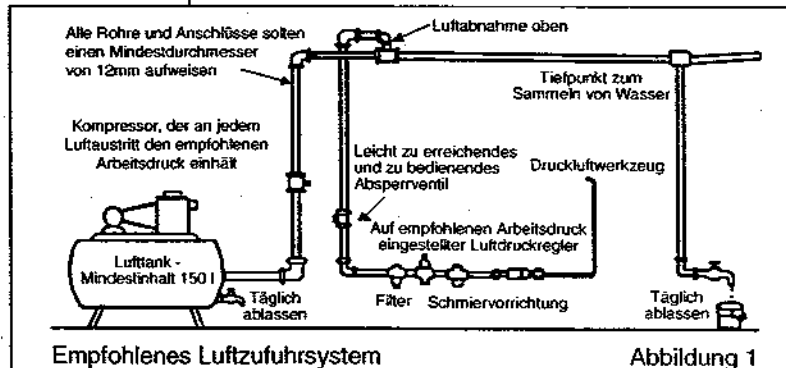

Abbildung 1
Employez une alimentation d'air propre et lubrifiée qui apporte une pression d'air mesurée à l'outil de 6,2 bar quand l'outil est en marche, avec la manette de commande complètement enfoncée et le régulateur d'air en position d'ouverture maximum. Employez un tuyau de la longueur et de la taille recommandées. Il est conseillé de connecter l'outil à l'alimentation d'air selon les indications de la figure 1. Ne connectez pas l'outil directement à un raccord rapide, employez un tuyau de fléchissement ou d'amorce d'environ 30 cm de long. Ne connectez pas l'outil aux conduites d'air sans incorporer un robinet d'arrêt d'accès et d'usage faciles. L'alimentation d'air doit être lubrifiée. Il est fortement conseillé d'employer un filtre à air, un régulateur et un lubrificateur (FRL) comme indiqué à la figure 1, car cela permet une alimentation d'air propre et lubrifiée à la bonne pression à l'outil. Vous pouvez obtenir les détails de cet équipement auprès de votre revendeur. Si vous décidez de ne pas employer cet équipement, il faut lubrifier l'outil en arrêtant l'alimentation d'air, puis en purgeant la pression la conduite en appuyant sur le levier de commande. Déconnectez la conduite d'air et versez une cuillerée (5 ml) d'huile pour moteur pneumatique (avec antirouille de préférence) dans l'adaptateur de tuyau (16). Reconnectez l'outil à l'alimentation d'air et mettez l'outil en marche pendant quelques secondes pour que la circulation d'air permette la distribution de l'huile. Si l'outil est employé fréquemment, ou si l'outil ralentit ou perd de sa puissance, lubrifiez-le tous les jours. Quand vous lubrifiez l'outil, veillez aussi à ce que le filtre à air dans l'adaptateur de tuyau (16) soit propre. Il est conseillé de vérifier l'étanchéité des joints de l'ensemble de la fixation filetée avec un appareil de mesure adéquat.
Eine saubere, geschmierte Luftzufuhr verwenden, die dem laufenden Werkzeug einen regulierten Luftdruck von 6,2 bar zuführt, wenn der Auslöser ganz herunter gedrückt wird und die Öffnung des Luftreglers für maximalen Luftdurchsatz ganz geöffnet ist. Die empfohlene Schlauchgröße- und -länge verwenden. Es wird empfohlen, das Werkzeug an eine wie in Abbildung 1 gezeigte Luftzufuhr anzuschließen. Das Werkzeug nicht direkt an eine Schnell-Trennkupplung anschließen, sondern einen ungefähr 30 cm langen Schlauch verwenden. Das Werkzeug nicht ohne ein eingebautes, leicht zu erreichendes und zu bedienendes Luftabsperrrventil an das Luftleitungssystem anschließen. Die Luftzufuhr sollte geschmiert sein. Es wird dringend empfohlen, dass ein Luftfilter, Regler und eine Schmiervorrichtung (FRL), wie in Abbildung 1 gezeigt, verwendet wird, um saubere, geschmierte Luft mit dem ordnungsgemäßen Druck zum Werkzeug zu leiten. Ihr Lieferant kann Ihnen Einzelheiten über eine solche Anlage zur Verfügung stellen. Wenn eine solche Anlage nicht verwendet wird, sollte das Werkzeug geschmiert werden, indem die Luftzufuhr zum Werkzeug abgeschaltet wird und der Druck aus der Leitung durch Drücken des Drosselklappenhebels am Werkzeug abgelassen wird. Die Luftleitung abtrennen, und in den Schlauchadapter (16) einen Teelöffel (5ml) für pneumatische Motoren geeignetes Schmieröl gießen, das ein Rostschutzmittel enthalten sollte. Das Werkzeug wieder an die Luftzufuhr anschließen, und es einige Sekunden langsam laufen lassen, um das Öl mit der Luft zirkulieren zu lassen. Wenn das Werkzeug oft benutzt wird, es täglich schmieren. Außerdem sollte es geschmiert werden, wenn es langsam startet oder seine Leistungsfähigkeit nachläßt. Beim Schmieren ebenfalls sicherstellen, dass das Luftsieb im Schlauchadapter (16) sauber ist.